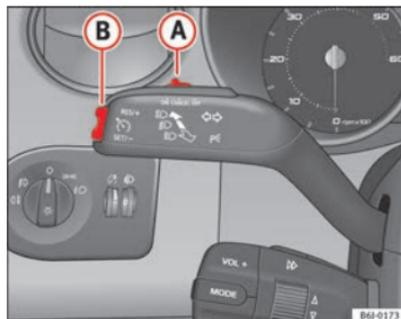

Fig. 115 Leva degli indicatori di direzione e degli abbaglianti: interruttore e tasto di comando del regolatore di velocità
- Premere la parte superiore del tasto **RES** ⇒ fig. 115 **B** per aumentare la velocità. La velocità sale finché si tiene premuto il tasto. Il sistema memorizza come parametro di riferimento la velocità raggiunta nel momento in cui si lascia andare il tasto.
Se si riduce la velocità schiacciando il pedale del freno, il regolatore si disattiva. Per riattivare il regolatore di velocità si deve premere una volta sulla parte superiore del tasto **RES+** ⇒ fig. 115 **(B)**.